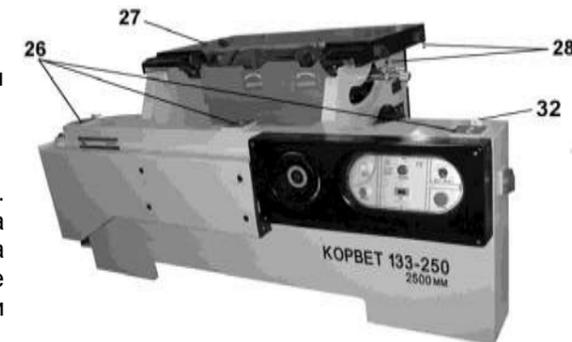

Рис. 5
8.2.1. Как показано на Рис.5, подготовьте (очистите) опоры (26).